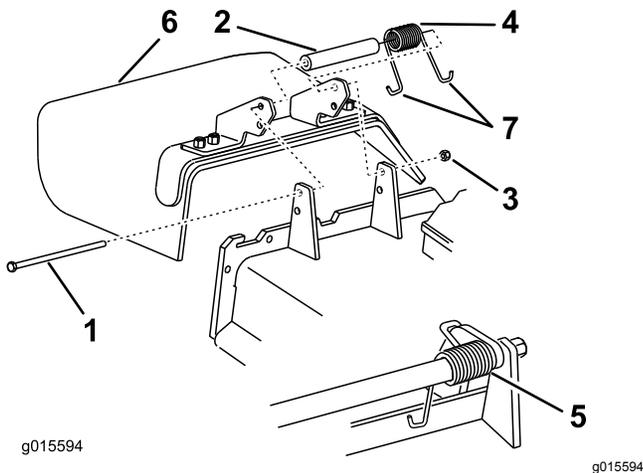

Figura 90
1. Togliete il dado di bloccaggio, il bullone, la molla e il distanziale che fissano il deflettore alle staffe orientabili del tosaerba (Figura 90).
**Nota:** Verificate che un'estremità a gancio J della molla si trovi dietro il bordo del piatto di taglio prima di montare il bullone, come illustrato nella Figura 90.
6. Infilate l'estremità a gancio J della molla attorno al deflettore dello sfalcio (Figura 90).